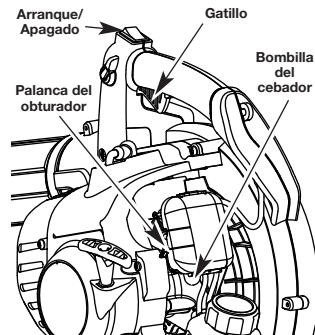

Fig. 11
3. Oprima completamente el cebador y suéltelo 10 veces. Hágalo lentamente. Se deberá ver un poco de combustible en el cebador y en las tuberías de alimentación de combustible (Fig. 11). Si no puede ver el combustible en el cebador, oprímalo y suéltelo tantas veces como sea necesario hasta que vea combustible en el mismo.
**ARRANQUE EN CALIENTE:** Si la unidad ya está caliente, coloque la palanca del obturador en la posición 3 y tire de la cuerda de arranque para volver a arrancar. La unidad debe arrancarse en vacío. No oprima el gatillo mientras arranca la unidad (Fig. 11).